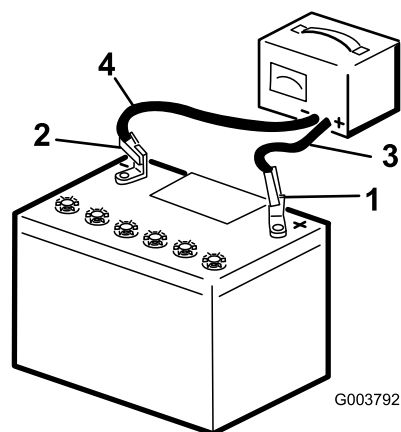

Figura 91
3. Collegare il cavo di ricarica positivo al polo positivo della batteria (Figura 91).
4. Collegare il cavo di ricarica negativo al polo negativo della batteria (Figura 91).
6. Quando la batteria è completamente carica, staccare il caricabatterie dalla presa elettrica e scollegare i cavi di ricarica dai poli della batteria (Figura 91).